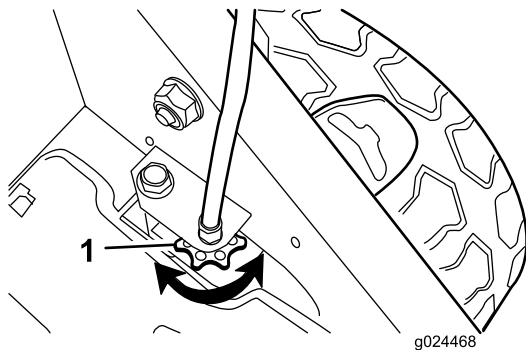

Figure 26
- Si les roues ne tournent pas quand vous engagez la barre de commande d'autopropulsion, la courroie de déplacement n'est pas assez tendue. Tournez une fois la molette de commande des roues (Figure 26) dans le sens horaire et répétez les opérations 4 à 6.
- Si les roues tournent quand vous engagez la barre de commande d'autopropulsion, la courroie de déplacement est trop tendue. Tournez une fois la molette de commande des roues (Figure 26) dans le sens antihoraire et répétez les opérations 4 à 6.